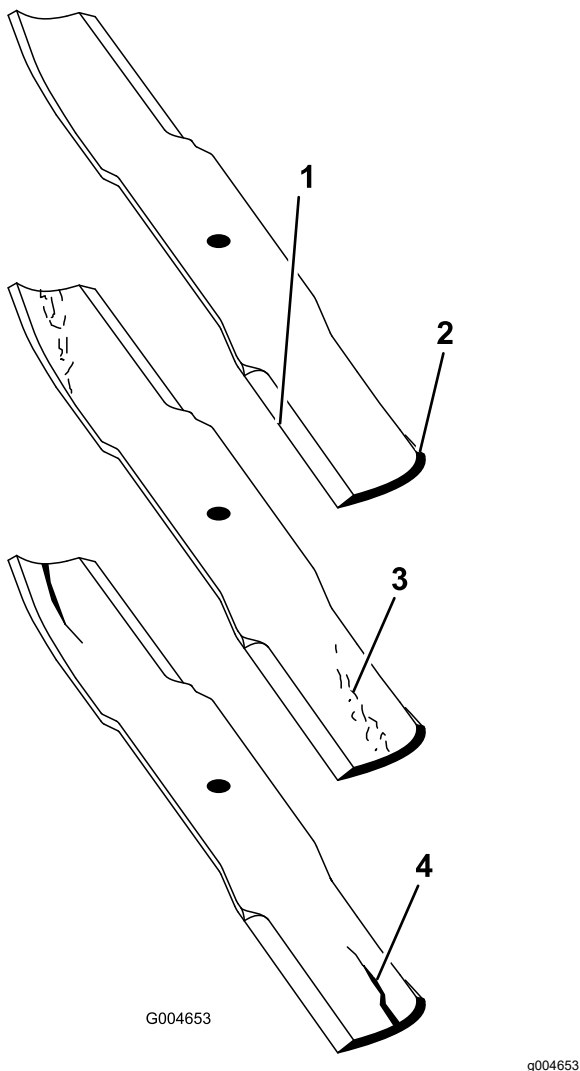

Figure 91
2. Examinez attentivement les tranchants de la lame, particulièrement au point de rencontre de la partie plane et de l'ailette (Figure 91).
Remarque: Le sable et les matières abrasives peuvent éroder le métal à cet endroit, c'est pourquoi il est important de contrôler l'état de la lame avant d'utiliser la tondeuse. Remplacez la lame si elle est usée (Figure 91).